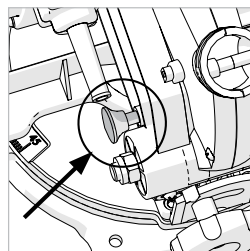

Fig. 15
- Assurez-vous que la tête de coupe est verrouillée en position abaissée avec la goupille de blocage complètement insérée dans le logement. **(reportez-vous à la Fig. 15)**
- Tirez la goupille de verrouillage de la tête (**Fig. 15**) et laissez la tête de coupe remonter en position haute.